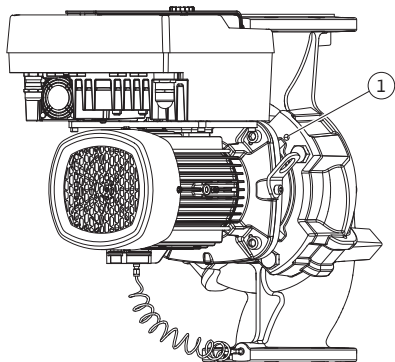

Fig. 10: Trykke av motor-løpehjulsenheten via gjengehull
5. Trykk av motor-løpehjulsenheten (se Fig. 4) fra pumpehuset. Avhengig av pumpetypen (se Fig. I ... Fig. IV) finnes det to fremgangsmåter. For pumpetypen (Fig. III og Fig. IV) løsner du skruene (pos. 29). Bruk de to gjengehullene ved siden av (Fig. 10, pos. 1) og egnede skruer som er klargjort på monteringsstedet (f.eks. M10 x 25 mm). For pumpetypen (Fig. I og Fig. II) bruker du de to gjengehullene M10 (Fig. 104). Bruk egnede skruer som er klargjort på monteringsstedet (f.eks. M10 x 20 mm). Du kan også bruke sporene (Fig. 104, pos. 2) til avtrekking.